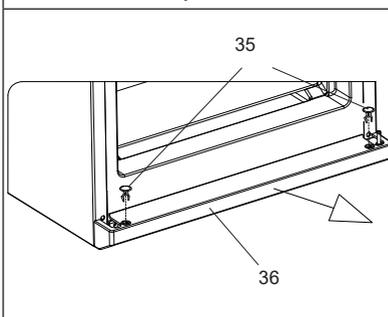

Рисунок 18
6. Маленькой отверткой снимите защелки 35 и движением на себя снимите нижнюю накладку 36 (см. рис. 18).